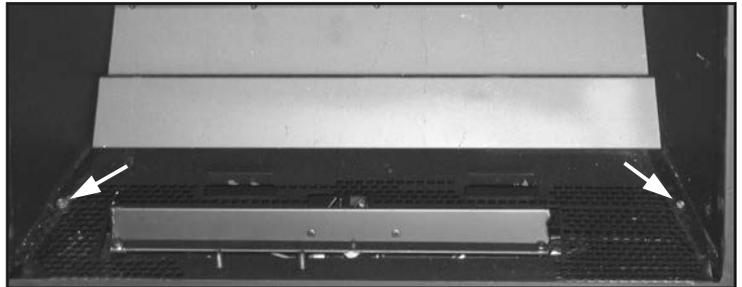

Figure 10: Vis tenant le plateau de brûleur en place.
3. Utilisant un tournevis T-20 enlevez les deux (2) vis qui tiennent le plateau de brûleur en place (voyez Figure 10). Prenez le plateau de brûleur à l'avant (voyez Figure 11) tirez- alors le hors du foyer.